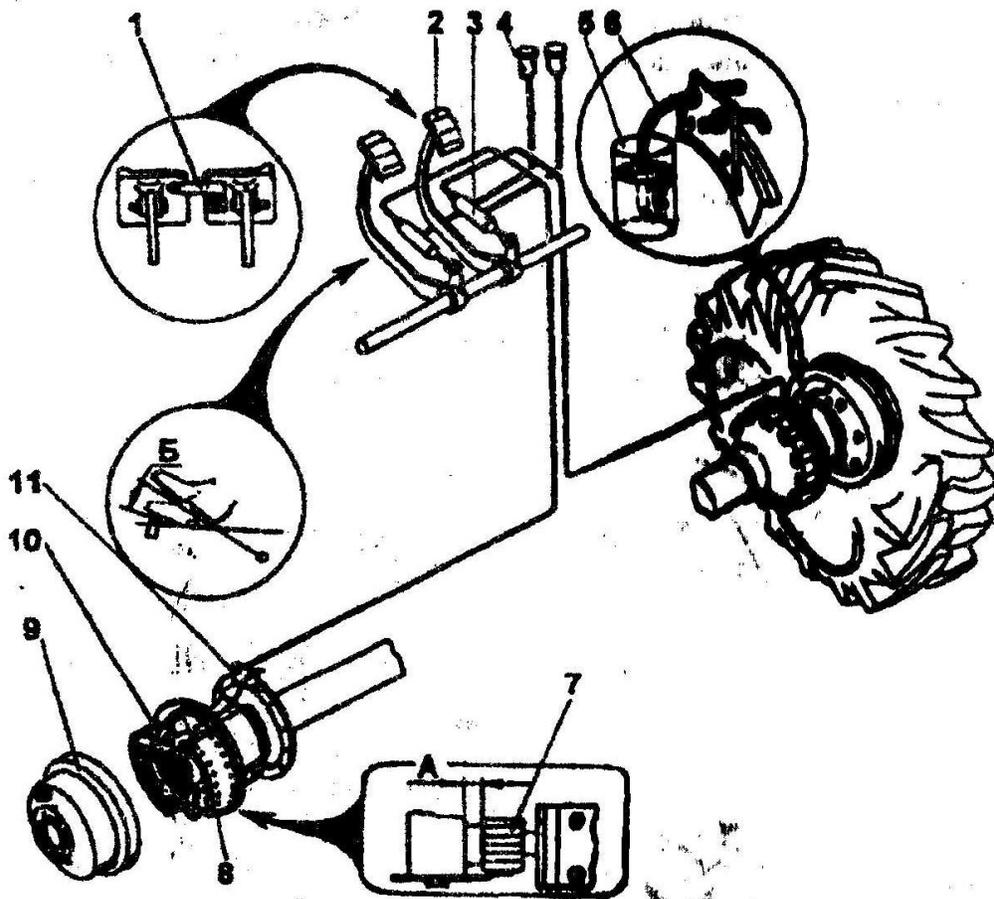

Рис. 57. Рабочие тормоза:
5) закрутите клапан 11, подготовьте прозрачный сосуд 5 (рис. 57) с небольшим количеством тормозной жидкости, наденьте на клапан шланг 6 и опустите свободный конец в сосуд с тормозной жидкостью;